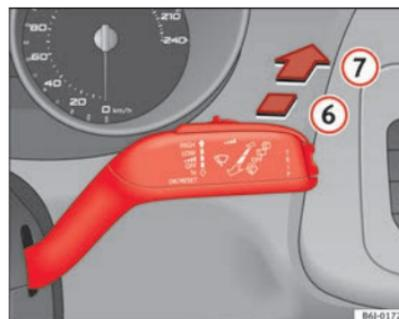

Fig. 66 Manípulo do limpa/lava-vidros: limpa-vidros traseiro
- Premir o manípulo para a frente, até ao engate ⑥ ⇒ Fig. 66. O limpa-vidros deve movimentar-se em intervalos de 6 segundos.
- Pressionar o manípulo totalmente para a frente, até à posição **7** ⇒ Fig. 66. As escovas e o lava-vidros funcionam simultaneamente. Enquanto se mantiver o manípulo nesta posição, o lava-vidros continua a funcionar.